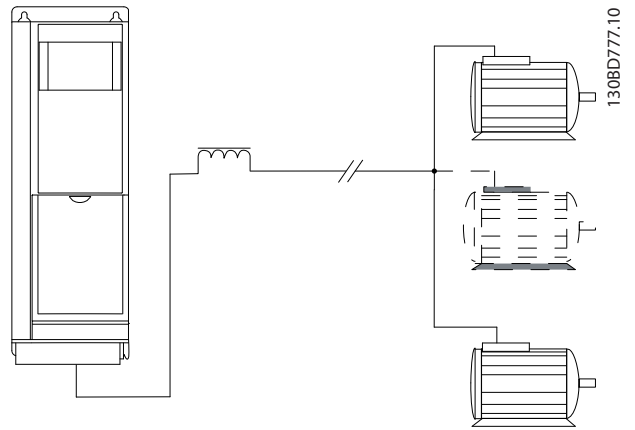
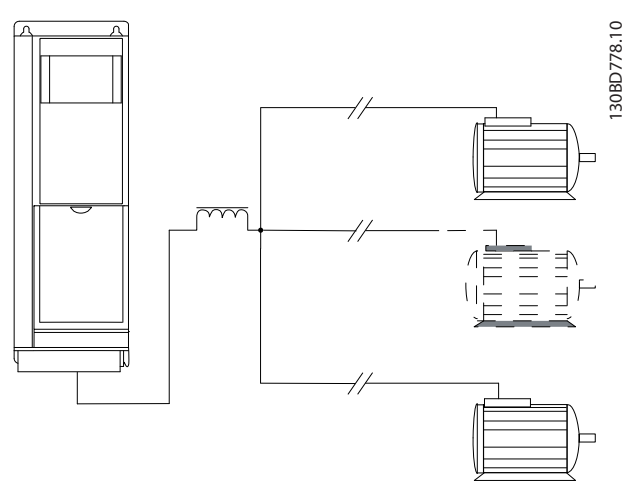

Ilustración 9.53 Cables paralelos con carga
Ilustración 9.54 Filtro LC para cables paralelos largos
- La longitud total del cable de motor detallada en la Tabla 5.2 es válida siempre y cuando se mantengan cortos los cables paralelos (menos de 10 m cada uno), consulte la Ilustración 9.53 y la Ilustración 9.54.
- Tenga en cuenta la caída de tensión en todos los cables de motor, consulte la Ilustración 9.54.
- Para cables paralelos largos, utilice el filtro LC, consulte la Ilustración 9.54.